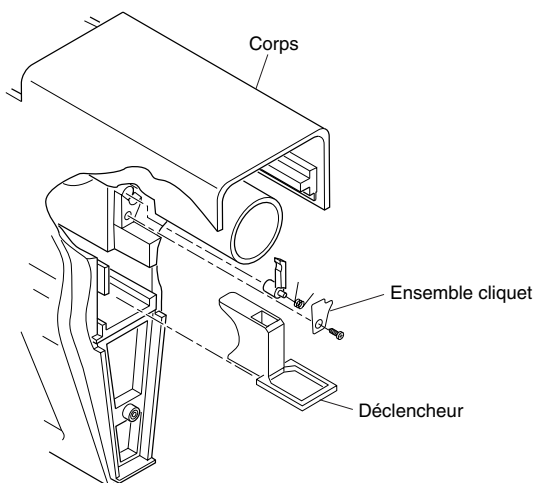

Figure 10 - Retrait de l'ensemble cliquet/déclencheur
1. Faire glisser le déclencheur hors du corps (consulter la Figure 10).
2. Au moyen d'un tournevis Phillips, desserrer la vis et retirer du corps les composants du cliquet (consulter la Figure 10).